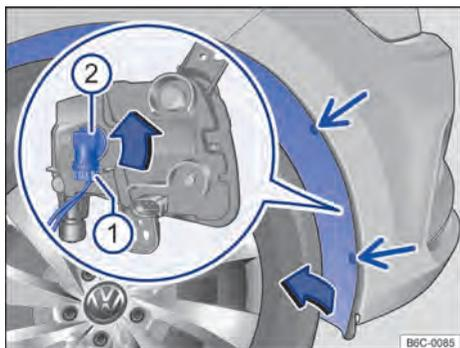

Fig. 131 Na caixa de roda dianteira: acesso à lâmpada incandescente do farol de neblina.
2. Remover os parafusos de fixação do revestimento da caixa de rodas → Fig. 131 (setas) com o auxílio de uma chave de fenda.
5. Retirar o conector de alimentação da lâmpada → Fig. 131 ①, pressionar, ao mesmo tempo, a trava de fixação do conector.
6. Girar o soquete da lâmpada → Fig. 131 ②, no sentido anti-horário até o batente, e desencaixá-lo do alojamento.
11. Encaixar o conector de alimentação ① no soquete da lâmpada. o conector precisa encaixar audivelmente.
13. Recolocar os parafusos de fixação → Fig. 131 (setas) e apertá-los.